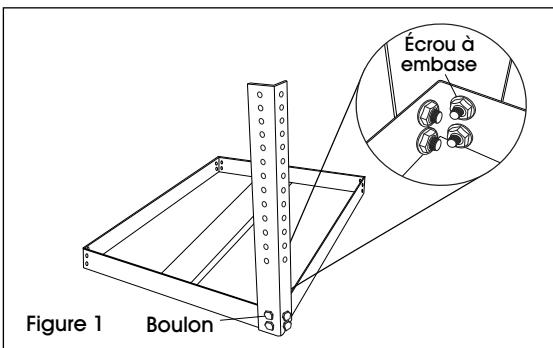

Figure 1 Boulon
2. Attach legs to outside of top panel using four bolts and four flange nuts on each leg. (See Figure 1)
- Fixez les pieds à l'extérieur du panneau supérieur avec quatre boulons et quatre écrous à embase sur chaque pied. (Voir Figure 1)